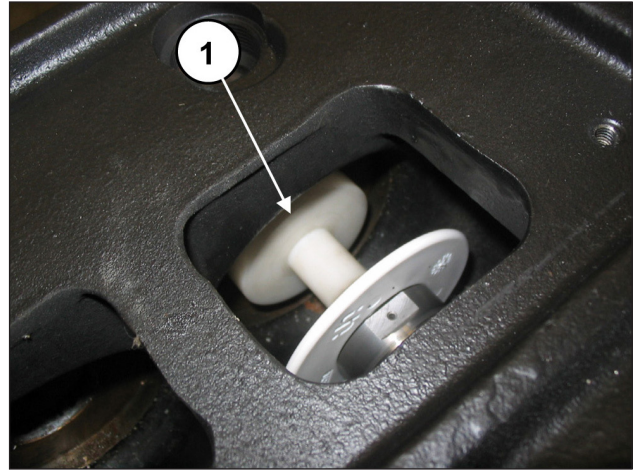

Fig. 113
Insérer l'outil tampon réf. 27516600 entre le guide du piston et le piston (rep. ①, Fig. 113).